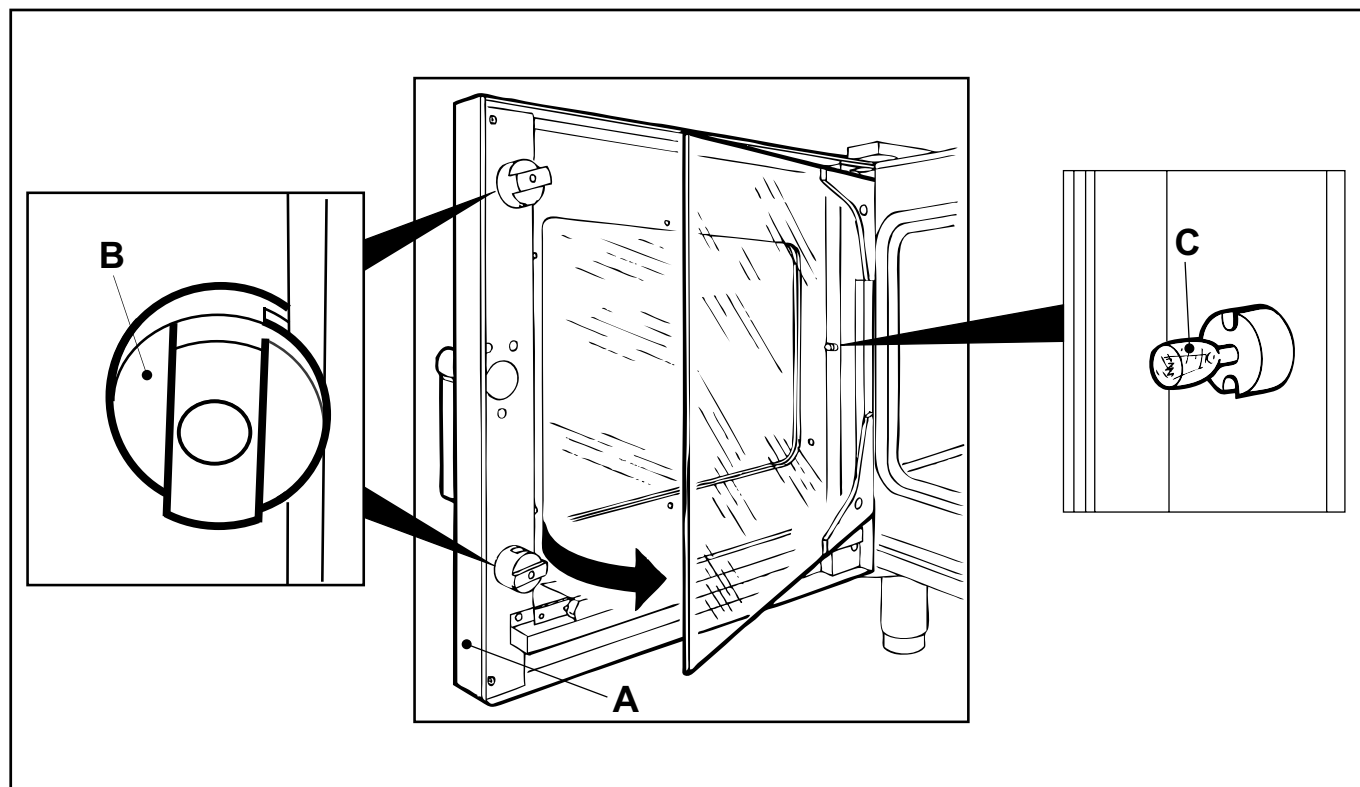

fig. 9
- 1) Ouvrir la porte du four (**A** - fig. 9).
- 2) Tourner les cliquets en plastique (**B** - fig. 9) de blocage de la vitre interne et l'ouvrir en livre.
- 3) Remplacer l'ampoule (**C** - fig. 9).